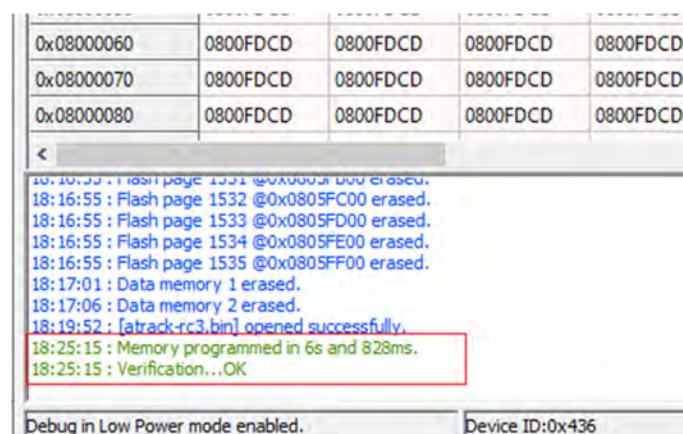

Рис. 15
15. Если флажок не был установлен, то об успешной перепрошивке устройства будут сигнализировать сообщения в нижнем окне утилиты (рис. 15). После успешной перепрошивки устройство надо перезагрузить путем переключения внутреннего тумблера в состояние "OFF", а потом заново в состояние "ON". Устройство должно один раз протяжно пискнуть.